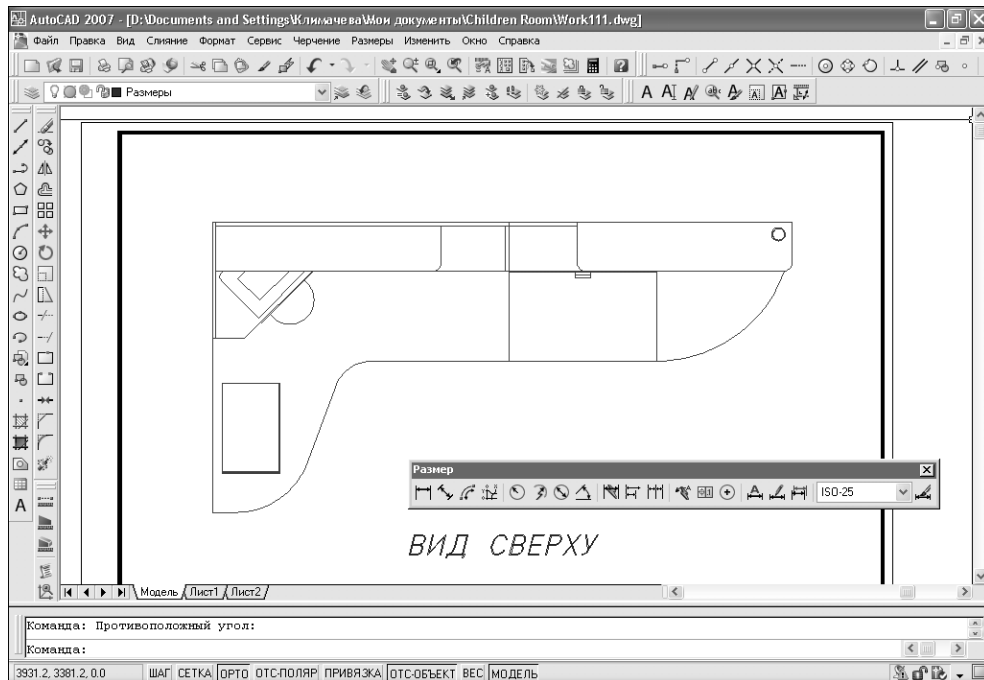

Рис. 11.1 ▼ Окно AutoCAD с чертежом Work111.dwg после изменения масштаба и включения отображения панели **Размер** (Dimension)
4. Включите отображение панели инструментов **Размер** (Dimension) и расположите ее в правом нижнем углу области черчения, не делая панель стационарной, как показано на рис. 11.1.